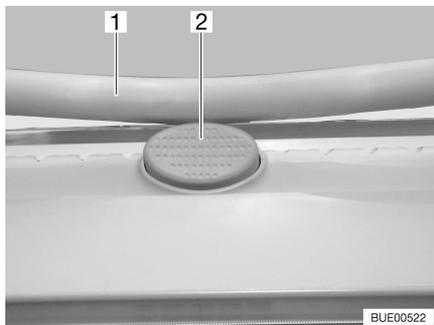

Fig. 20 Botón de seguridad en la claraboya inclinable
- Pulsar el botón de seguridad (Fig. 20,2) y tirar el estribo (Fig. 20,1) hacia abajo con ambas manos.
- Presionar el estribo hacia arriba con ambas manos hasta que el estribo se encuentre encima del botón de seguridad (Fig. 20,2).